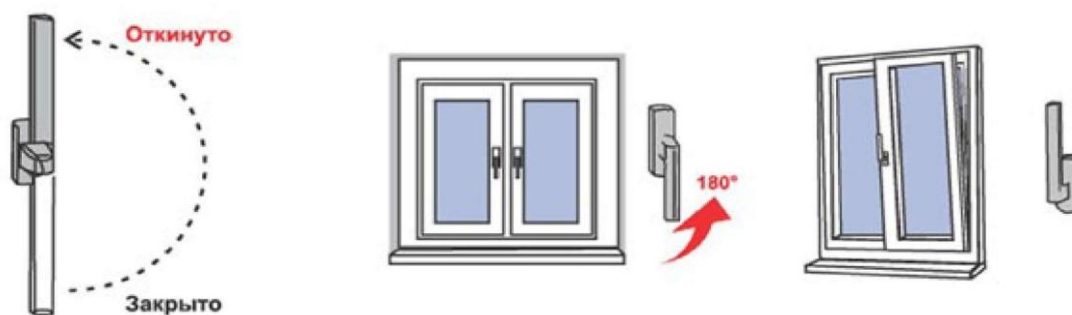

Рис. 2
2. Для перевода створки из закрытого положение в откидное, поворот створки относительно нижней горизонтальной оси, (положение «Откинута» на Рис.2) ручку поворачивают вертикально на 180 градусов вверх, затем, потянув за ручку, поворачивают створку относительно нижней горизонтальной оси на заданный изготовителем угол (не более 10 градусов) (**откидной режим**).
3. Для запираания створки из открытого или откидного положения ее сначала закрывают и, придерживая створку рукой, поворачивают ручку вертикально вниз (положение «Закрыто» на Рис. 2).